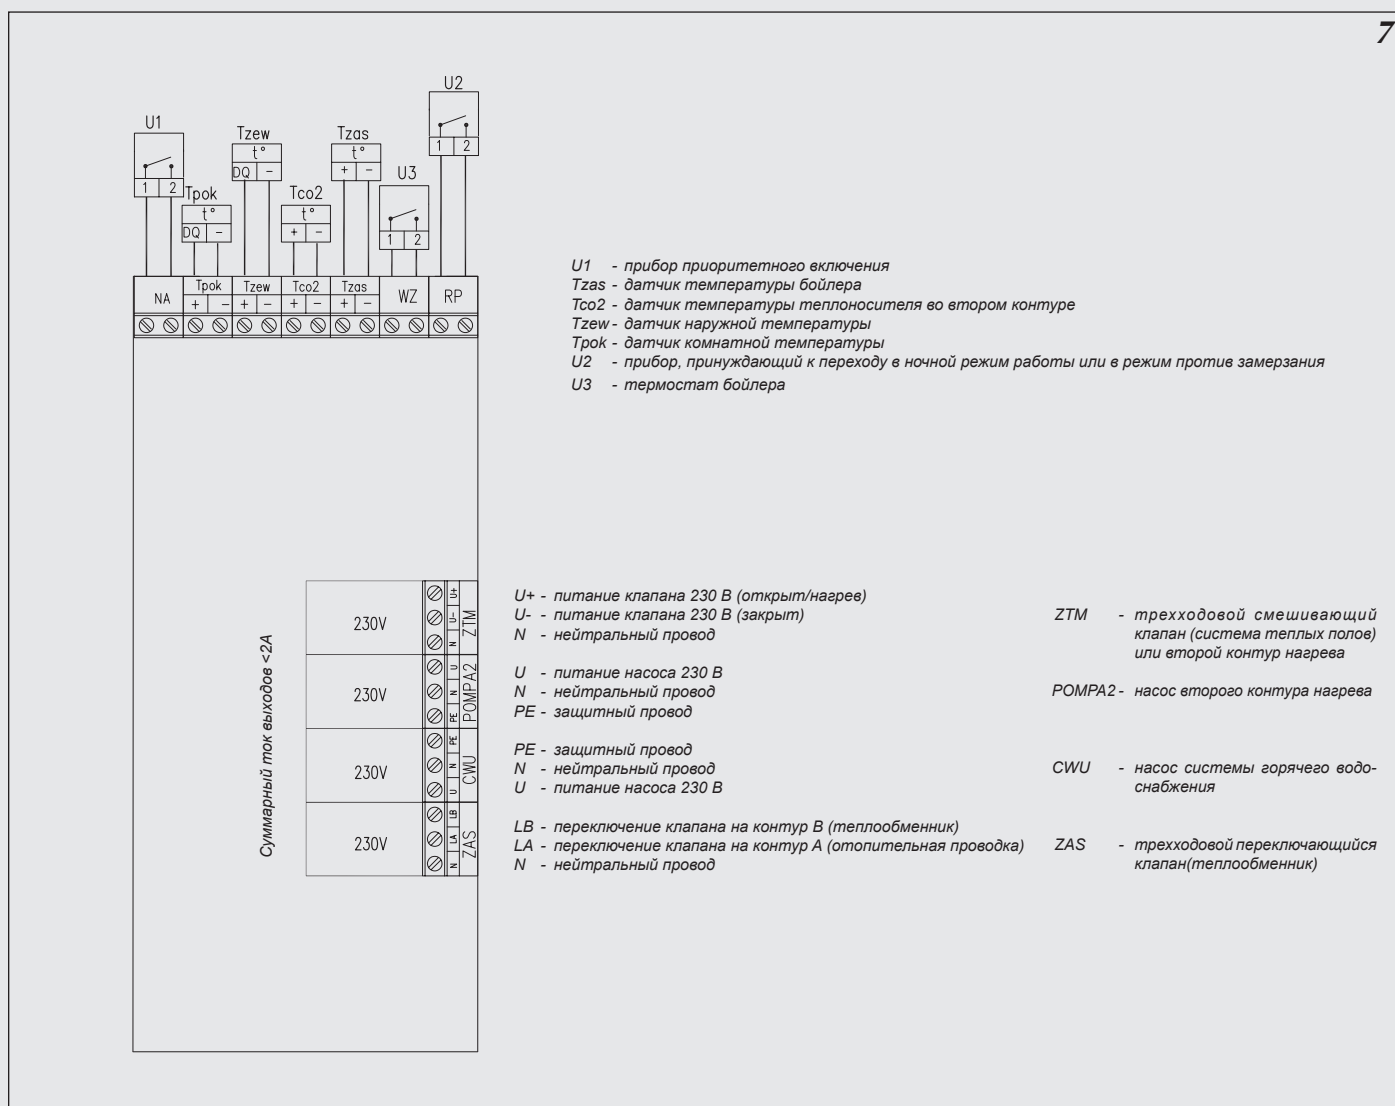

Рис.7 Подключение наружных устройств к плате ZIO
К котлу ЕКСО.М1z можно подключить, в зависимости от потребности, ряд дополнительных приборов или необходимых датчиков (рис. 7).
К котлу ЕКСО.М можно подключить прибор приоритетного включения – например проточный водонагреватель (рис.7), который будет выключать нагрев котла. Это решение используется с целью ограничения потребления максимальной мощности. Приоритетный прибор должен иметь выход сигнального управления. Прибор приоритетного включения подключается при помощи провода (напр. LIYY 2x0,14) к клеммам „NA” на плате ZIO. **На клеммы „NA” запрещается подавать какое-либо напряжение!** Перед подключением приоритетного прибора следует проверить имеет ли он выход сигнального управления. Если приоритетный прибор может управлять только сигналом напряжения, следует использовать соответствующее реле.
Из этих двух способов можно выбрать один при помощи соответствующей установки в сервисном меню. Способ подключения клемм термостата и датчика температуры в теплообменнике представлен на рис.7.
На электронном модуле рис.7 имеются клеммы ZAS. На клемму LB подается напряжение 230В в случае, если есть необходимость догрева воды в теплообменнике. На клемму LA подается напряжение 230В в случае, если котел греет теплоноситель в отопительной проводке. К этим клеммам можно подключить трехходовой клапан, который будет переключать отопительный контур на запитку теплообменника. В случае запитки теплообменника температура теплоносителя стандартно устанавливается на уровне 85°С. Эту величину можно изменить в сервисном меню.
На рис. 7 представлен способ подключения трехходового клапана к котлу. Принято, что выход горячего теплоносителя из котла подключен к входу "АВ" переключающегося клапана а выходы А и В служат соответственно для:
- Коричневый провод кабеля 45900445-013В подключить к клемме LB согласно рис. 7.
- Синий провод кабеля 45900445-013В подключить к клемме „N" согласно рис. 7.
Котел ЕКСО.М1z может управлять насосом системы горячего водоснабжения. Управление основано на включении или выключении этого насоса в зависимости от установленной суточной программы. Таким образом насос можно отключить, например на ночь. Насос подключается к плате ZIO согласно рис. 7. Напряжение питания насоса – 230В.
На плате ZIO рис.7 имеется разъем RP, замыкание которого приводит к переходу котла в режим работы против замерзания или в ночной режим работы. Выбор одного из этих режимов осуществляется в сервисном меню. Также как и на разъем NA, на него нельзя подавать напряжение!